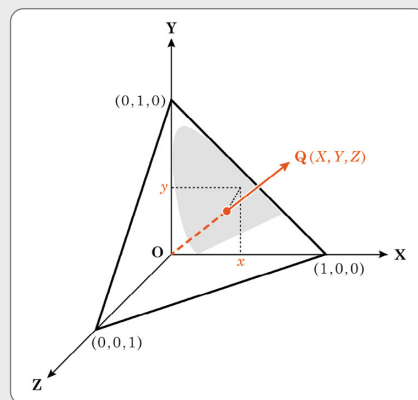

図2 色空間によるベクトル表現と平面への変換
私たちが視細胞からの三つの出力を基に色を識別しているということは、何らかの三つのパラメータ (X, Y, Z) によってすべての色が表現できることを意味します。したがって、図2のようにこれらを基本軸として空間を構成すると、任意の色はこの空間内のベクトル (Q) として表現できます。このような色を表すための空間を色空間と呼びます (当然ながら、どのような三つのパラメータを軸とするのかによって色空間も変わってきますが、これについては後で説明します)。
色空間や色度図は、どのようなパラメータや計算式を用いるかによっていろいろな種類がありますが、このパラメータの取り方や計算方法を体系化したものを表色系と呼びます。図2の色空間も正確にはXYZ表色系と呼ばれるもので、xy色度図とともに測色の基礎